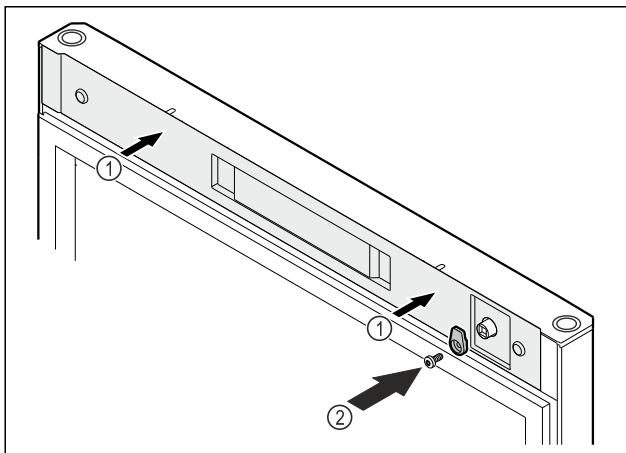

Fig. 55
- ▶ Helyezze fel a fedelet Fig. 55 (1).
- ▶ Csavarozza fel a reteszelő kampót Fig. 55 (2).